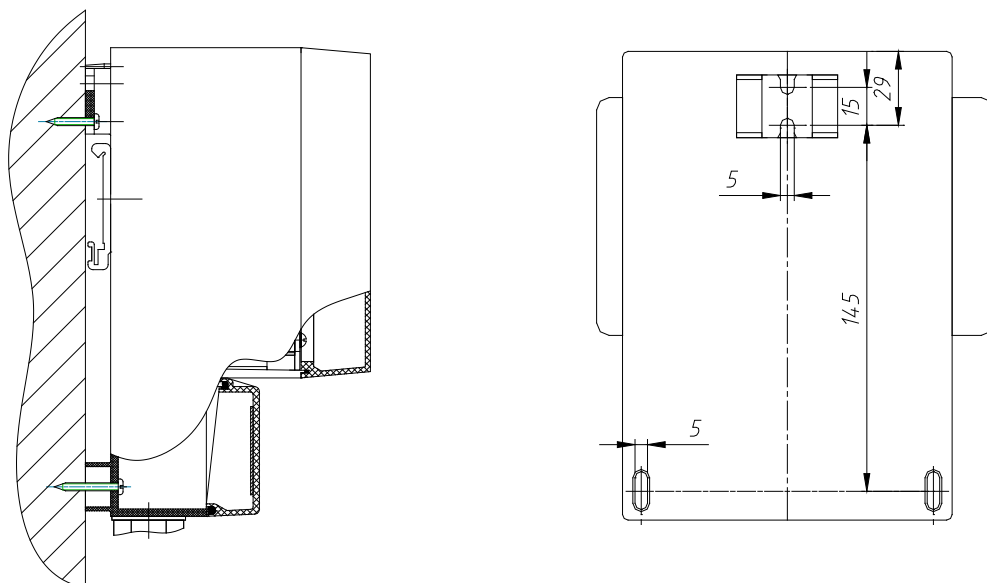

Рис. 8. Монтаж БОИ на стену.
2.2.7.4 Пример монтажа БОИ на стену показан на рис. 8.